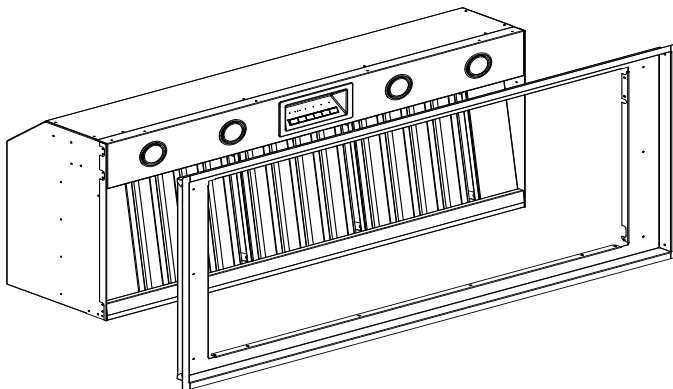

Figure 34 : Installation du revêtement protecteur des modèles VCIB
- a) Faites glisser le revêtement dans la hotte (Figure 34).